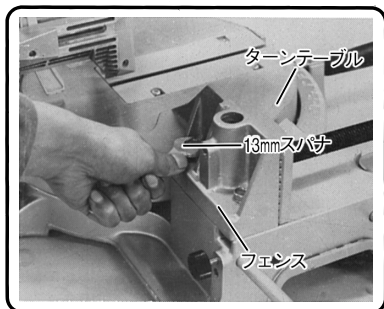

図 37
(1) フェンスを固定している4本の8mmボルトを付属の13mmスパナ(図3参照)でゆるめます。次にターンテーブルを回転させインジケータ(角度スケール用)を角度スケールの角度目盛「0°」に合わせ、サイドハンドルを締付け、ターンテーブルを固定します。(図37)